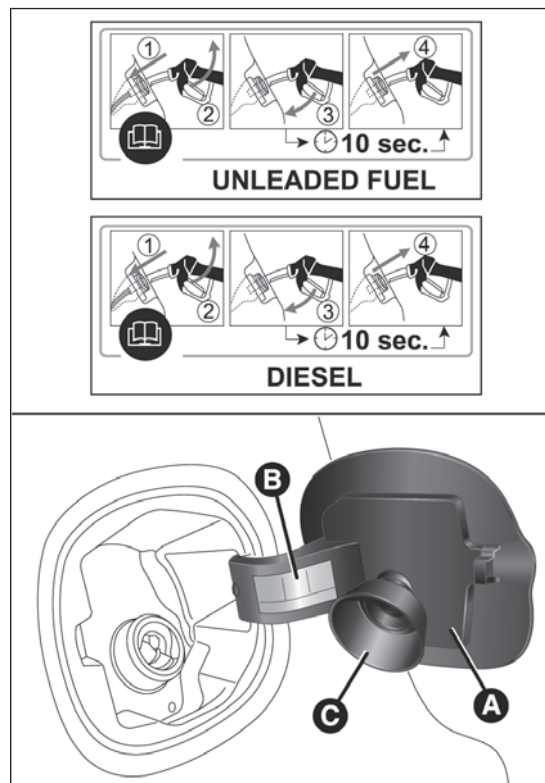

fig. 126
El procedimiento de repostado descrito a continuación se indica en la placa B fig. 126, situada en el interior de la tapa del depósito de combustible. En la placa también se indica el tipo de combustible (UNLEADED FUEL=gasolina, DIESEL=gasóleo).
- ☐ abrir el portón A fig. 126 tirando hacia el exterior;
La tapa A fig. 126 dispone de un capuchón guardapolvo C que, con la tapa cerrada, impide que queden restos y polvo en el extremo de la boca de llenado.